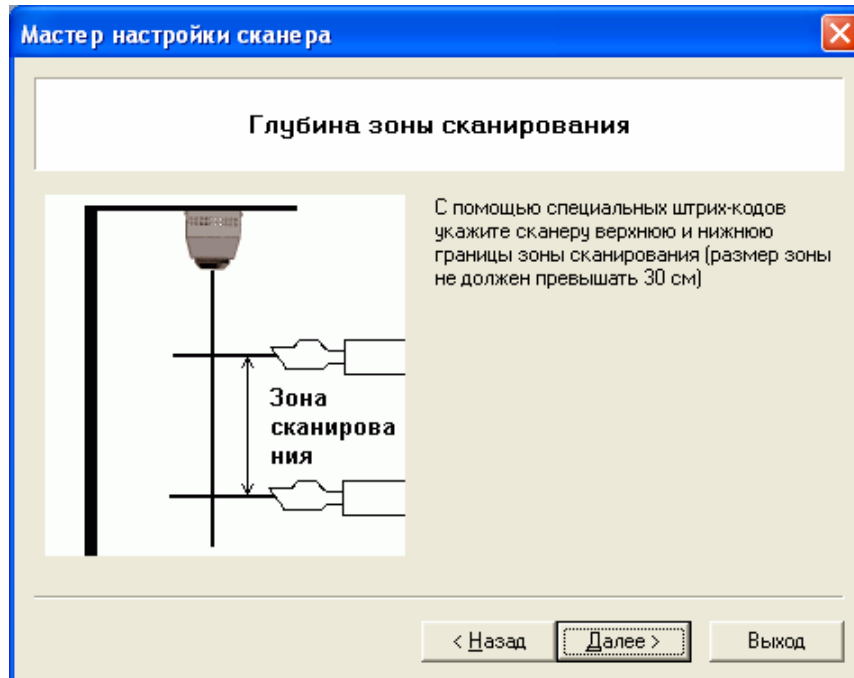

Рис. 12 Окно настройки "Глубины зоны сканирования"
6. **Глубина зоны сканирования** (Рис. 12). С помощью командных штрих-кодов (Калибровка позиций объектива ШК-верх и ШК-низ) укажите сканеру верхнюю и нижнюю границы зоны сканирования. Для этого поднесите штрих-код на нужной высоте в зону видимости сканера и дождитесь звукового сигнала, подтверждающего чтение штрих-кода.